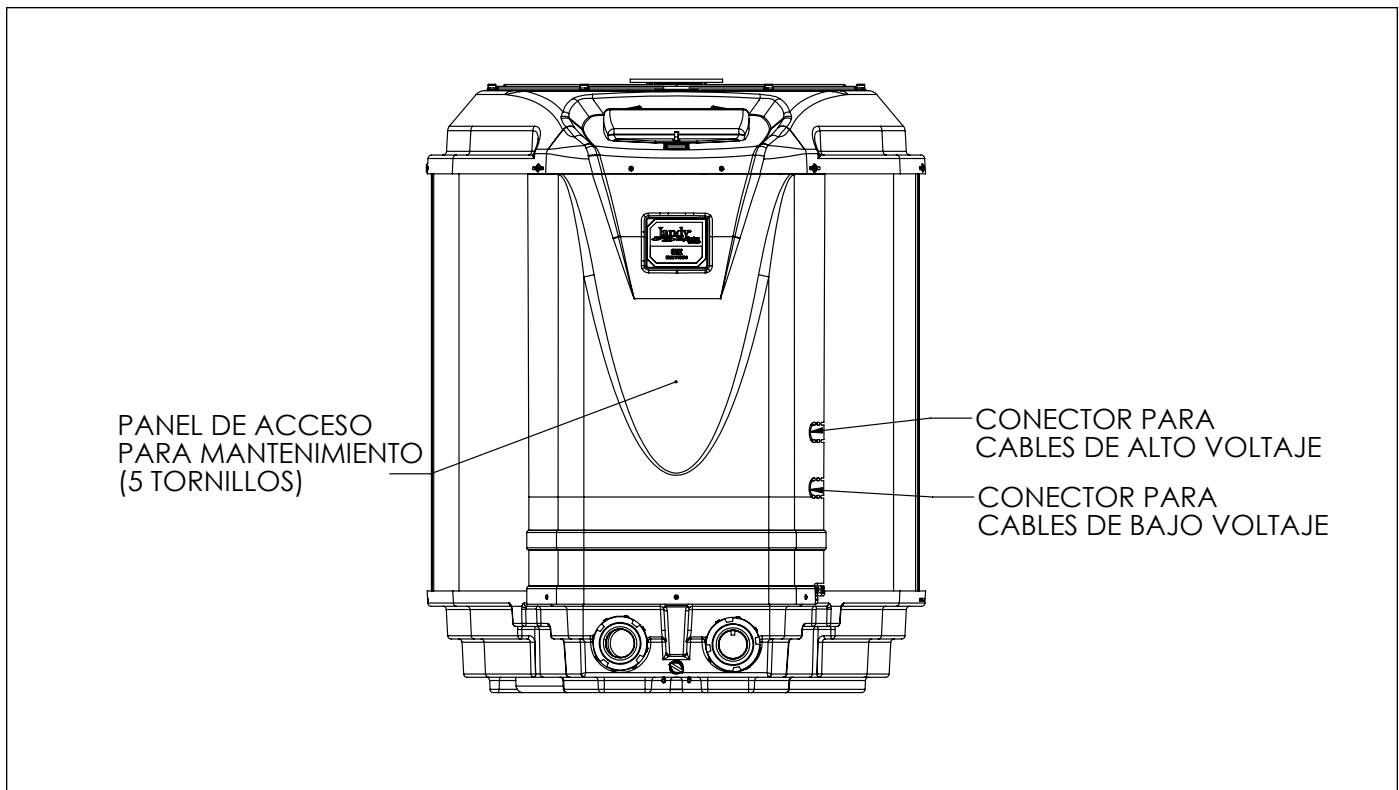

Figura 10. Vista delantera de la bomba de calor Jandy Pro serie JE
2. Retire los cinco (5) tornillos que sujetan el panel de servicio/acceso a la unidad de la bomba de calor (vea la Figura 10).
4. Las líneas de suministro eléctrico deben tenderse a través de conductos impermeables. Coloque los cables y el conducto por el disco removible designado para alto voltaje en el lado derecho de la bomba de calor. Conecte a la parte inferior de la caja terminal de metal laminado. Vea la Figura 10 para conocer la ubicación del disco removible.
2. Retire los tornillos que sujetan el panel de servicio/acceso a la unidad de la bomba de calor y la cubierta de la caja terminal (vea la Figura 10).
3. Tienda los cables desde el sistema de control de la piscina/spa en la conexión del conducto etiquetada “Conexión de Bajo Voltaje”, que se ubica en el lado inferior derecho de la bomba de calor (vea la Figura 10).
Retire los tornillos que sujetan el panel de servicio/ acceso a la unidad de la bomba de calor y la cubierta de la caja terminal (vea la Figura 10).
- Retire los cinco (5) tornillos que sujetan el panel frontal a la bomba de calor y retire la cubierta de la caja terminal. Véase la Figura 10.
- Extienda cuatro (4) cables de cobre sólido de 22 AWG en el conducto etiquetado “Conexión de Bajo Voltaje” que se ubica en el lado inferior derecho de la bomba de calor. Véase la Figura 10. Los cables pueden tener hasta 300 pies (91,4 m) de longitud.